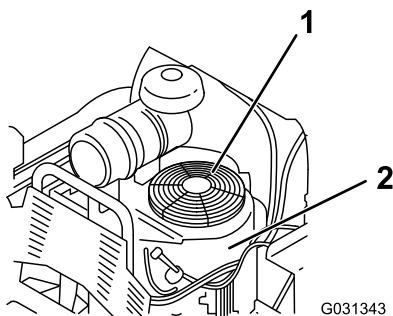

Figure 68
3. Déposez la grille d'entrée d'air et le carter du ventilateur (Figure 68).
5. Reposez la grille, la prise d'air et le carter du ventilateur (Figure 68).